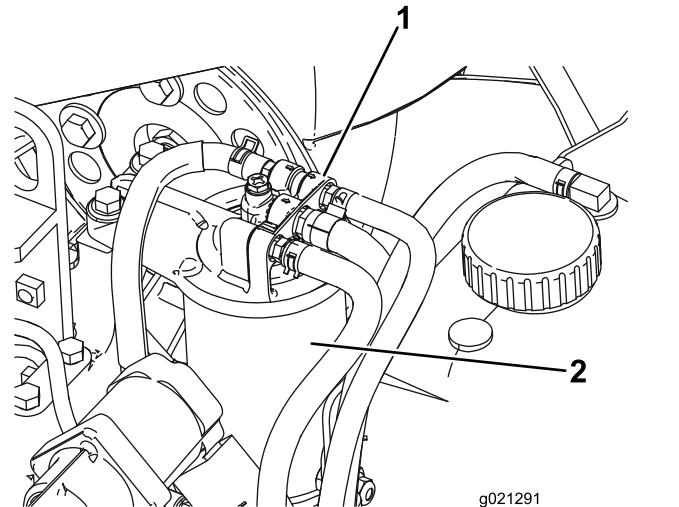

Figura 95
2. Limpie la zona alrededor de la cabeza del filtro de combustible (**Figura 95**).
3. Retire el filtro y limpie la superficie de montaje de la cabeza del filtro (**Figura 95**).